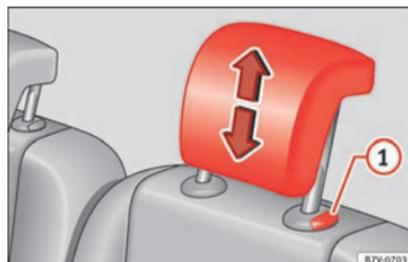

Fig. 150 Réglage de l'appuie-tête de la deuxième ou troisième rangée de sièges.
- Relevez l'appuie-tête dans le sens de la flèche ou abaissez-le » **fig. 149** ou » **fig. 150** **1** en appuyant sur le bouton » **Δ** au chapitre **Démonter et monter des appuie-tête** à la page 156.